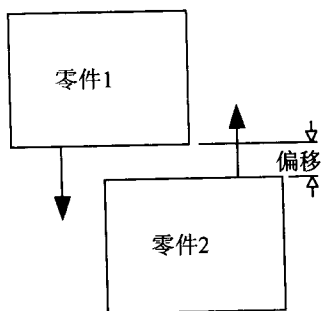
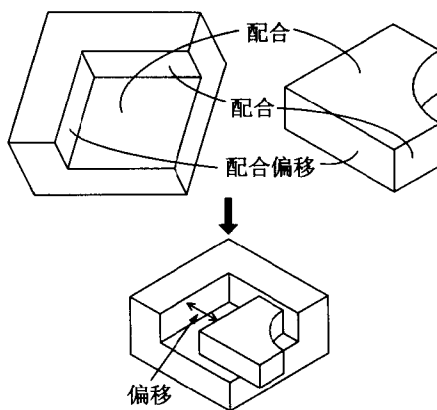

图 1.10
图 1.11
- (2) Mate Offset: 两平面面对面，中间间隔一段距离 (偏移)，如图 1.10 及图 1.11 所示。